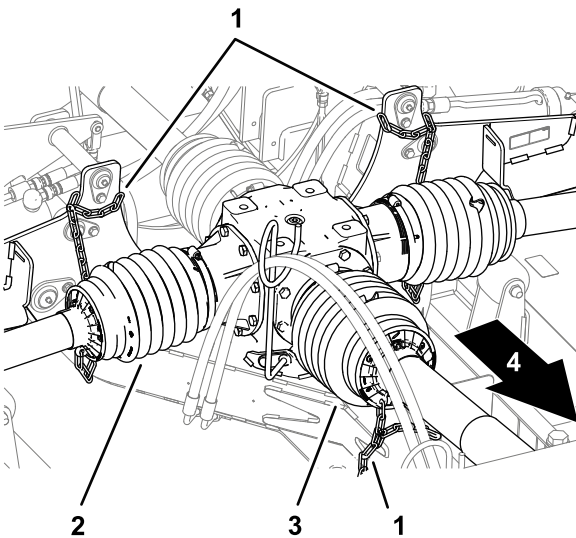

**Bild 17**
5. Prüfen, ob die Rückhalteketten zwischen der vorderen Schutzabdeckung der Zapfwelle und einem feststehenden Teil am Zugfahrzeug montiert ist (Bild 17).